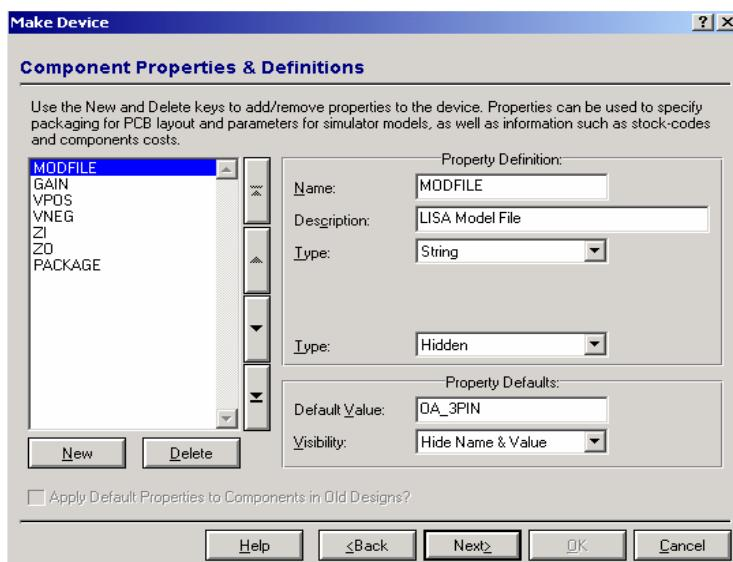

Figura 52: Janela Make Device para definição de propriedades.
8. Em **Component Properties & Definitions**, selecione as propriedades do componente clicando sobre o botão **New**, veja figura 52.